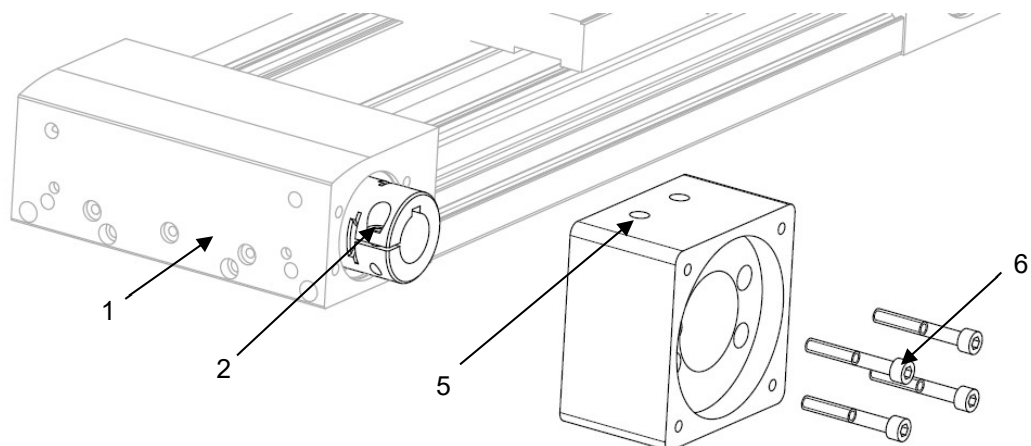

Рисунок 8 – Установка корпуса
- 2) Установите корпус монтажного комплекта (поз. 5) на модуль (поз. 1) с помощью винтов (поз. 6) (см. рисунок 8).